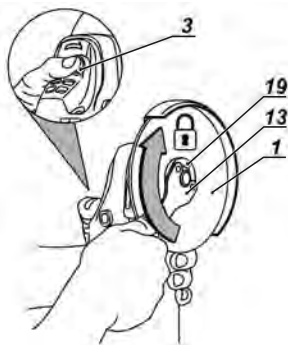

Fig. 6 – Montaje del disco en la máquina
5 - Trabe el eje de la máquina presionando el botón de trabado del eje (3) y apriete la tuerca (19) en el eje con la llave (13), Fig. 6.